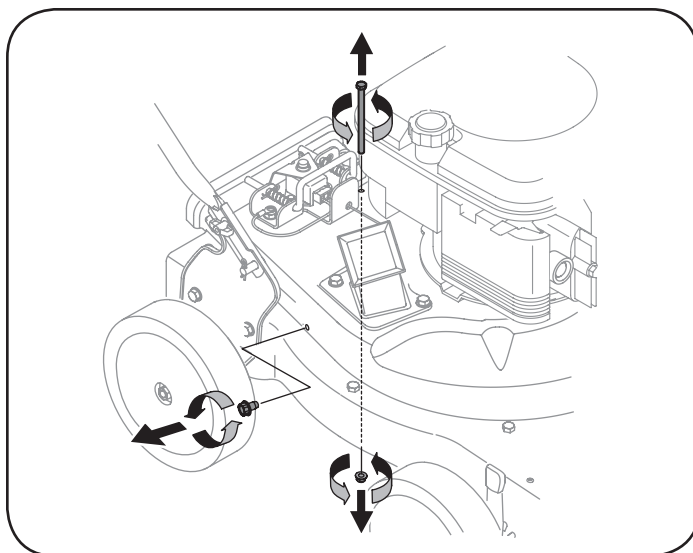

Figura 20
5. Saque el tornillo autosellante del lado derecho de la unidad que se une a la pantalla de desgranado. Vea la figura 20.
6. Saque el tornillo de cabeza hexagonal de la parte superior de la caja posterior cerca del soporte de montaje, y la tuerca de seguridad de la brida que une la pantalla de desgranado. Vea la figura 20.